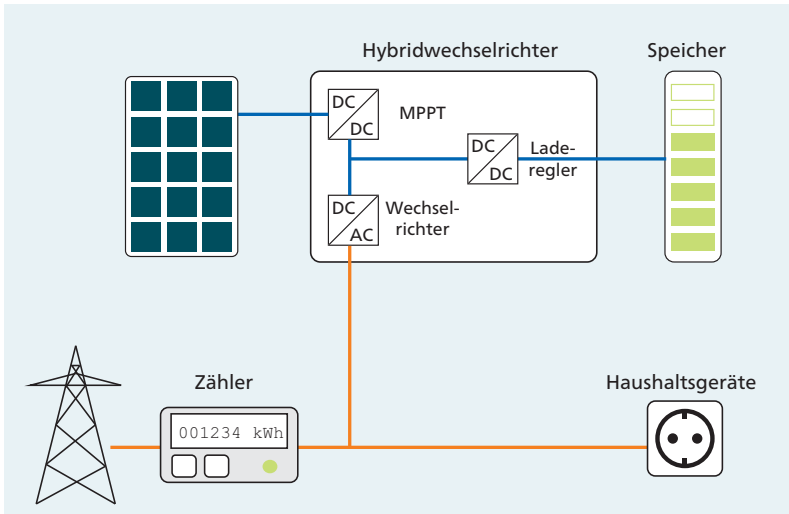

Abbildung 3.3 Schematischer Schaltplan für einen DC-Speicher
- ▶ **DC-Speicher:** Naheliegend und bei Neuinstallationen üblich ist die Integration in den Gleichstromzweig (siehe Abbildung 3.3). Das erfordert einen speziellen Wechselrichter, der je nach Hersteller auch »Hybridwechselrichter« genannt wird. Manche Wechselrichter sind speziell für das Zusammenspiel mit populären Energiespeichern optimiert.